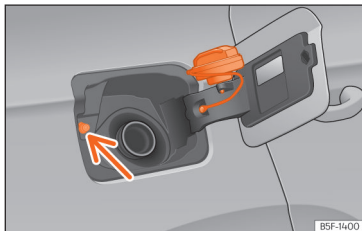

Abb. 201 Tankklappe mit aufgestecktem Tankverschluss.
- Platzieren Sie den Verschluss in der Aussparung, die sich im Scharnier der geöffneten Tankklappe befindet »» (Abb. 201).
Nicht den Taster für Tankdeckelverriegelung »» (Abb. 201) (Pfeil) berühren. Das System interpretiert ansonsten, dass der Tankvorgang beendet ist und ein weiteres Betanken ist nicht mehr möglich. Um weiter tanken zu können, drücken Sie erneut den Taster  in der Fahrertür.